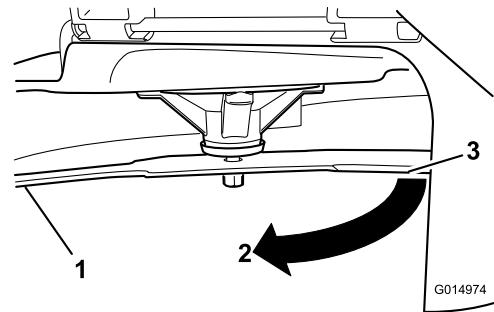

**Bild 59**
2. Tragen Sie dicke Handschuhe oder andere angemessene Handschuhe und drehen Sie das Messer langsam in eine Stellung, in der das Messen des Abstands zwischen der Schnittkante und der ebenen Fläche der Maschine möglich ist (**Bild 59**).